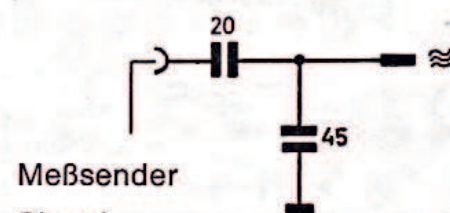

Fig. 9
- 7.6 Beim AM-Abgleich künstliche Antenne, Fig. 9, verwenden.
- 7.6 For AM alignment use dummy antenna, see fig. 9.
- 7.6 Pour l'alignement de AM employer une antenne fictive selon fig. 9.